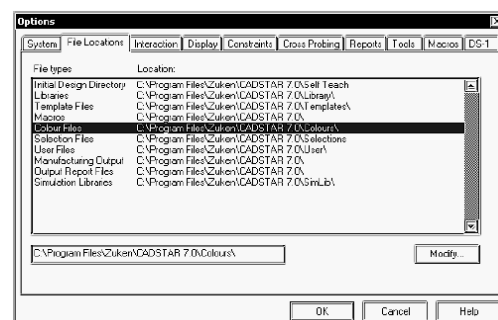

Рис. 11. Настройка местоположения файлов.
2. Появится диалоговое окно Options, в котором выберем закладку File Locations (рис. 11).